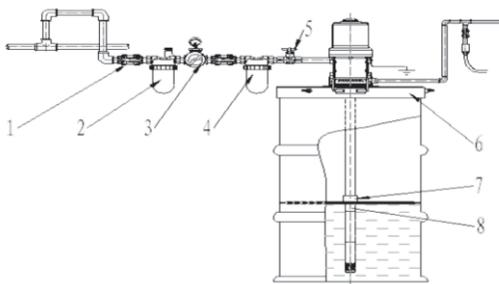

Figura 1
- Desligue a válvula de verificação de ar 1 conforme a figura 1.